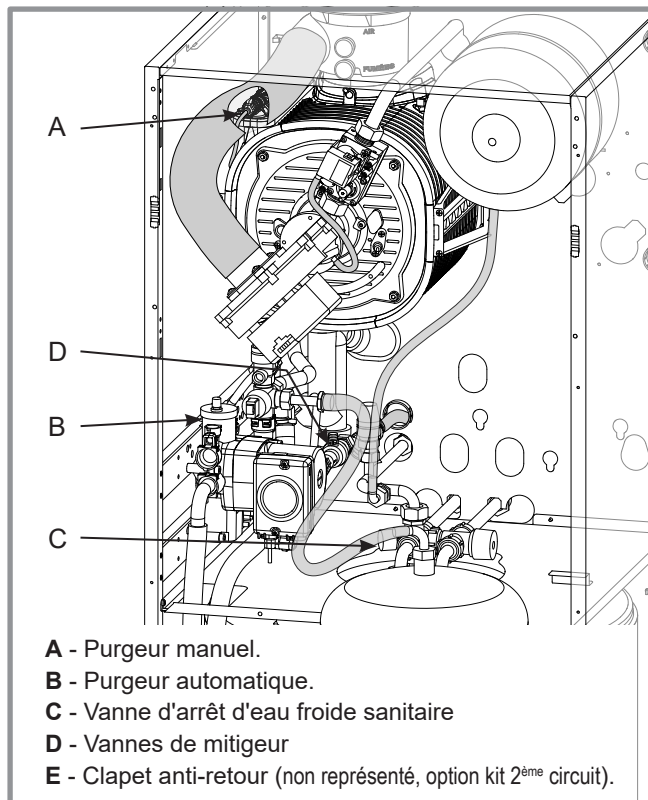

figure 35 - Purgeurs et clapet antiretour
- **9** - Fermer les vannes d'isolement départ et retour de la chaudière et ouvrir le purgeur automatique (rep.B, *figure 35*).
(Purgeur manuel, rep. A, *figure 35*).
(Purgeur automatique, rep. B, *figure 35*).